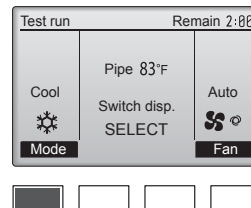

Fig. 7-5
- ① Pulse el botón [F1] para recorrer los modos de funcionamiento, siguiendo el orden de "Cool" (Frio) y "Heat" (Calor). (Fig. 7-5)